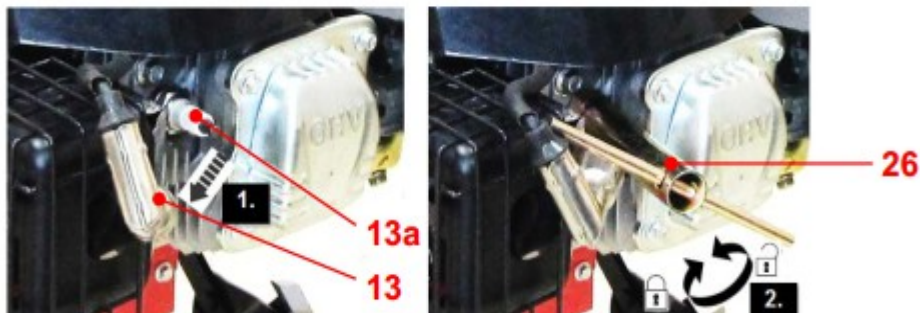

Fig.29
1. Déconnecter le connecteur de bougie. (13)
2. Serrer la bougie d'allumage (13a) dans le sens inverse des aiguilles d'une montre en utilisant la clé de bougie d'allumage (26) et enlevez-la avec prudence. (Fig.29)